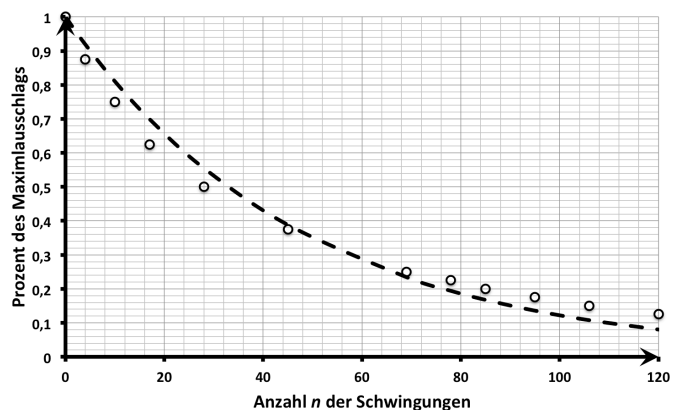

Abbildung 4 Abnahme der Schwingungsamplitude durch Reibung; nach oben aufgetragen: $\varphi_{\max}(n) / \varphi_{\max}(0)$
Ab 10° findet ihr eine 1° -Winkelteilung, weil hier die Abnahme nur sehr langsam erfolgt. Abbildung 4 zeigt eine solche Messung. Nach rechts wurde die Anzahl der Schwingungen aufgetragen, nach oben die Abnahme der Amplitude in Anteilen des Anfangswertes (hier 40°). Die offenen Kreise zeigen die Messergebnisse.
Abbildung 4 zeigt die theoretische Kurve nach Formel (3) für $K = 0,98$. Man sieht deutlich einen systematischen Fehler. Die Modellvorstellung beschreibt nur die Bewegung für mittlere Amplituden gut; für große Amplituden erfolgt die Abnahme schneller, für kleine langsamer. Jetzt seid ihr dran. Mithilfe eines Tabellenkalkulationsprogramms oder mit eurem GTR bestimmt ihr für eure Messungen den besten Wert für K . Fertigt für eure Messungen eine Zeichnung wie Abbildung 4 an und erklärt etwas zu den systematischen Fehlern, die ihr seht.